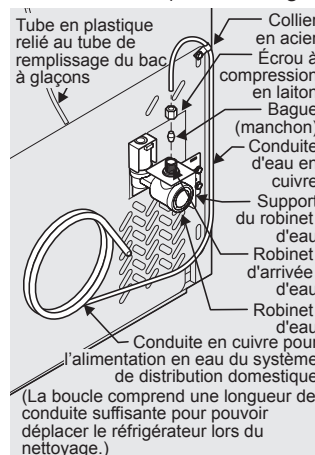

Figure 1
4. **Si vous utilisez un tuyau en cuivre** - Faites glisser l'écrou à compression en laiton, puis installez la bague (le raccord) sur la conduite d'alimentation en eau. Poussez la conduite en cuivre dans le robinet d'arrivée d'eau, aussi loin que possible (6,4 mm ou ¼ po). Faites glisser la bague (le raccord) dans le robinet et serrez à la main l'écrou à compression sur le robinet. Serrez d'un autre demi-tour à l'aide d'une clé; NE SERREZ PAS trop. Reportez-vous à la figure 1.